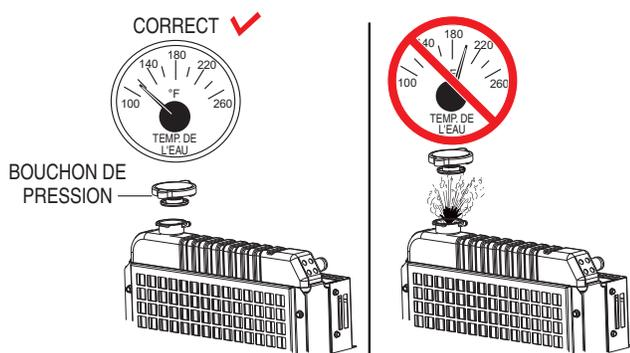

Figure 58. Retrait du bouchon de pression du radiateur
- Retirez le **bouchon de pression du radiateur** (Figure 58) uniquement lorsque la température du liquide de refroidissement est inférieure à 120°F (50°C).